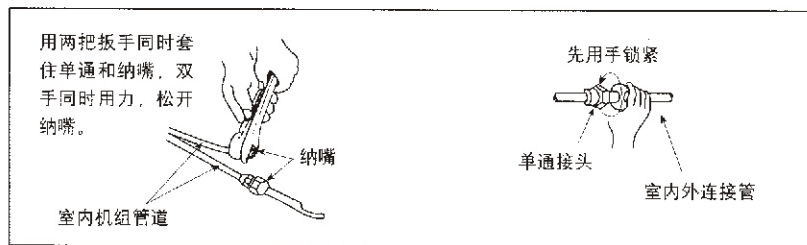

图 20
- (1) 将纳嘴和密封帽拆开，将铜管尽头的纳嘴松开，使内藏气体排出，如图 20 所示。当纳嘴拆开时，应将密封帽拆出，不然制冷剂将不能循环，压缩机就可能烧毁。
- (2) 连接时，应在单通螺牙及管的喇叭口上涂上少许冷冻润滑油，以防螺牙损坏，且按图 20 所示对准管道拧紧。